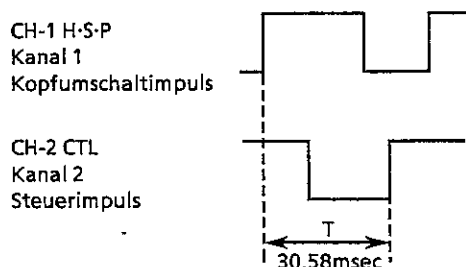

Figure 2-2. Abbildung 2-2.
3. Make sure that the waveform on the oscilloscope screen be as shown in Figure 2-2.
3. Sicherstellen, daß die Wellenformen am Oszilloskop-Bildschirm mit jenen in Abbildung 2-2 (Linke) identisch sind.